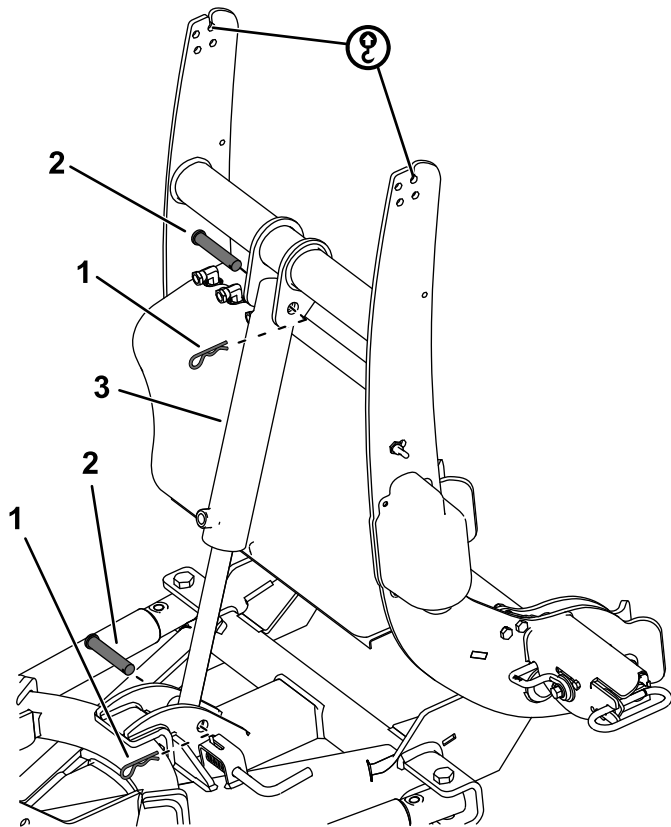

Figure 9
6. Fixez le côté tige du vérin de levage au cadre de poussée à l'aide d'un axe de chape et d'une goupille fendue (Figure 9).
7. Fixez le côté libre du vérin de levage à la tour d'accouplement à l'aide d'un axe de chape et d'une goupille fendue (Figure 9).